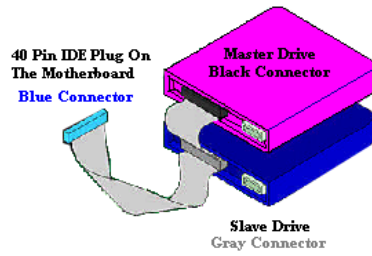

Figure 2-10. Comment connectez la nappe Ultra ATA/66 sur votre carte mère
- Insérez le connecteur **NOIR** dans le connecteur de votre disque Maître. Insérez le connecteur **GRIS** dans le connecteur de votre périphérique Esclave (deuxième disque dur, CD-ROM, etc....). Référez-vous à la figure 2-10.